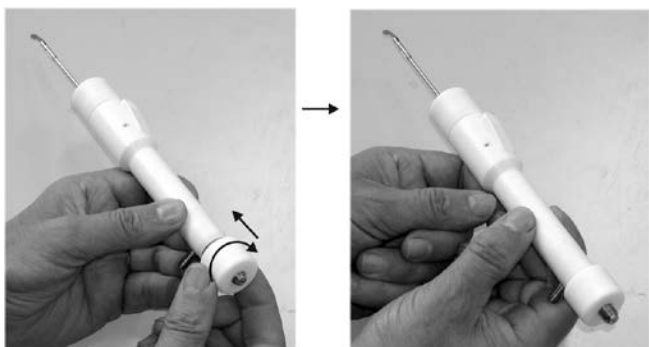

Рис.16. Фиксирование световода в ручке манипулятора.
- установить накладную гайку фиксации световода на заднюю часть ручки и зафиксировать световод в ручке, завернув гайку до упора Рис.16;